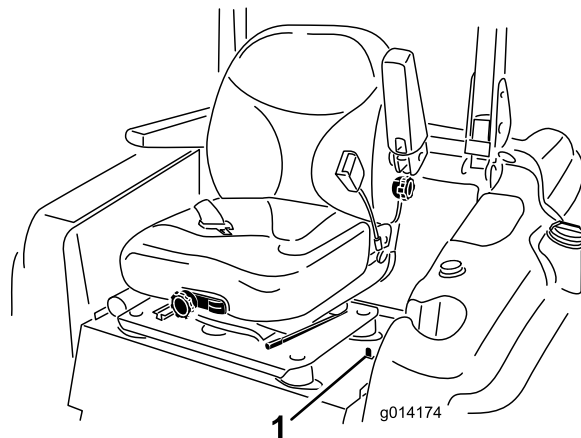

Figura 11
1. Mova o trinco do banco, localizado no lado esquerdo do banco, para trás para soltar o banco e empurre para a frente na parte superior do banco (Figura 11).